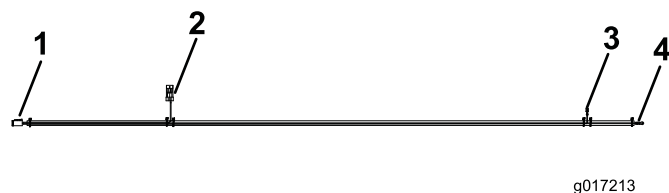

Figura 10
- Enchufe el conector del arnés de cables etiquetado **Seat (asiento)** en el conector del arnés del asiento (Figura 10).
- Enchufe el conector del arnés de cables etiquetado **Seat Switch (interruptor del asiento)** en el arnés de la unidad de tracción (Figura 10).
- Enchufe el conector del arnés de cables etiquetado **Seat Power (alimentación del asiento)** (terminal plano) en un terminal abierto del bloque de fusibles de la unidad de potencia auxiliar (Figura 10). Instale el fusible de 10 amperios en la ranura correspondiente del bloque de fusibles.
- Conecte el conector del arnés de cables etiquetado **Ground Block** (bloque de terminales de tierra) (terminal redondo) al bloque de terminales de tierra de la unidad de potencia auxiliar (Figura 10).